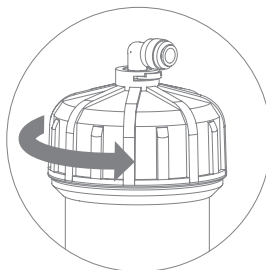
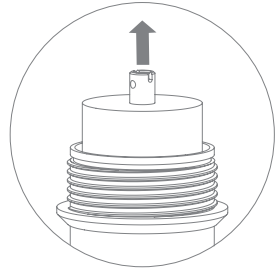

Рис. 25
Рис. 26
4. Открутите крышку корпуса (рис. 25), извлеките отработанную мембрану (рис. 26).